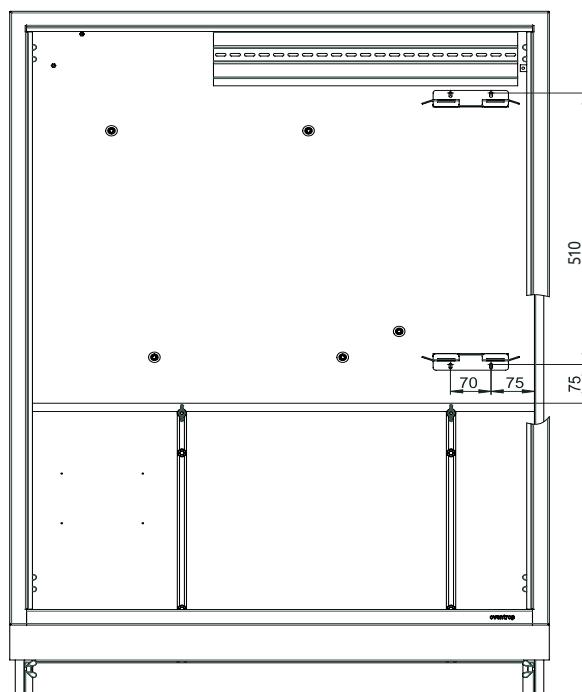
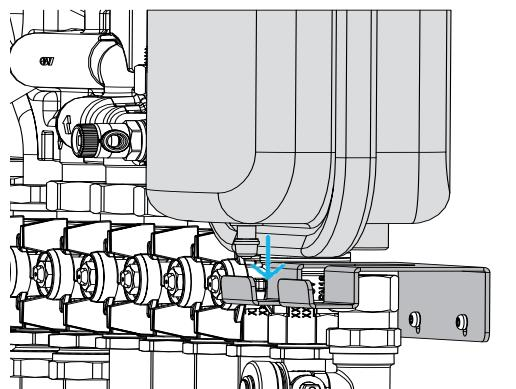

Abb. 11: Position Bohrlöcher Einbauschrank
Abb. 12: Bereich Einbauposition untere Halterung Membranausdehnungsgefäß im Einbauschrank
- 9** Schrauben Sie die untere Halterung (siehe Abb. 1 auf Seite 5 (12)) für das Membranausdehnungsgefäß in den Einbauschrank. Positionieren Sie die untere Halterung in dem markierten Bereich in Abb. 12. Nutzen Sie dazu die beiliegenden selbstschneidenden Schrauben. Sind die Bohrlöcher im Einbauschrank noch nicht vorhanden, bohren Sie mit einem 1,2mm Bohrer. Abb. 11 zeigt Ihnen die Positionen der Bohrlöcher im Einbauschrank.